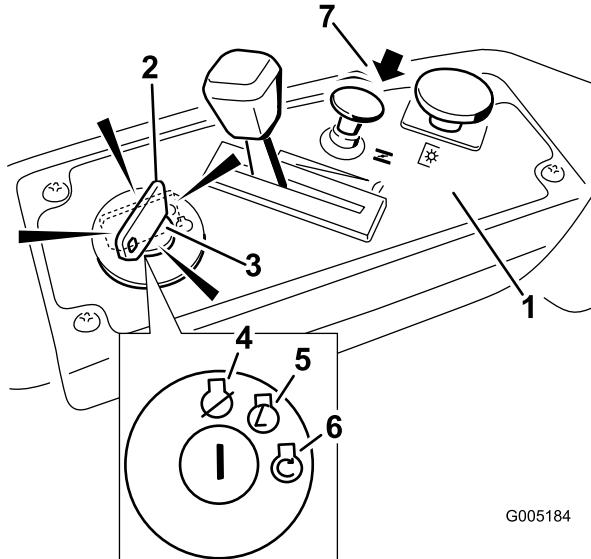

Figura 13
- Gire la llave de contacto a Arranque para activar el motor de arranque. Cuando el motor arranque, suelte la llave (Figura 13).
- Después de que el motor arranque, presione hacia abajo el control del estárter (Figura 13). Si el motor se cala o funciona irregularmente, tire hacia arriba del control del estárter y deje el motor en marcha durante unos segundos. Pues presione hacia abajo el control del estárter. Repita este procedimiento tantas veces como sea necesario.